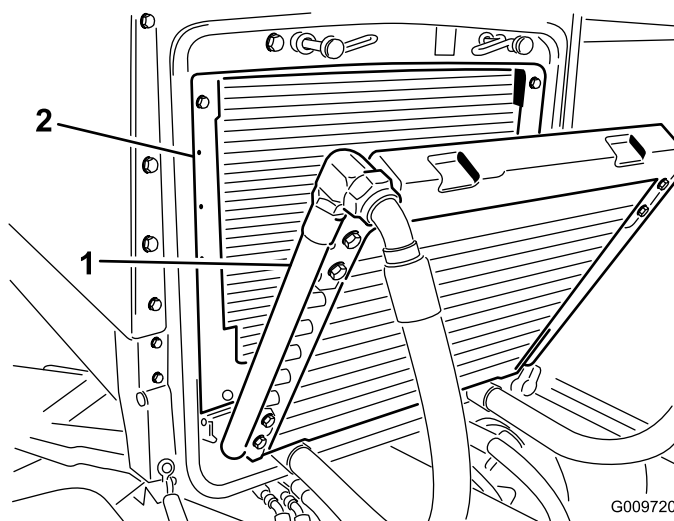

Figura 72
3. Gire el enfriador hacia atrás. Limpie a fondo ambos lados del enfriador de aceite y la zona del radiador (Figura 72) con aire comprimido. Empezando en la parte delantera, sople los residuos hacia la parte trasera. Luego, limpie desde atrás, soplando los residuos hacia adelante. Repita este procedimiento varias veces hasta eliminar todos los residuos.